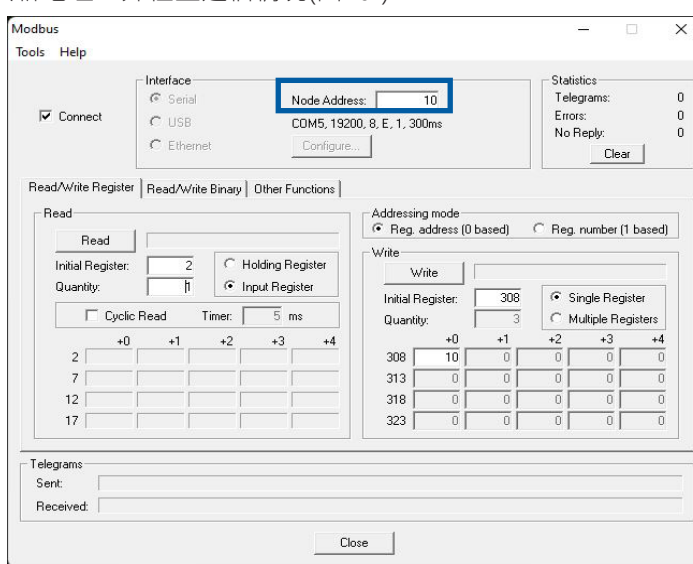

图20 - 检查通信
- 步骤 3: 写入新地址后, 旧地址被禁用。在节点中输入新地址, 并检查通信情况(图20)。